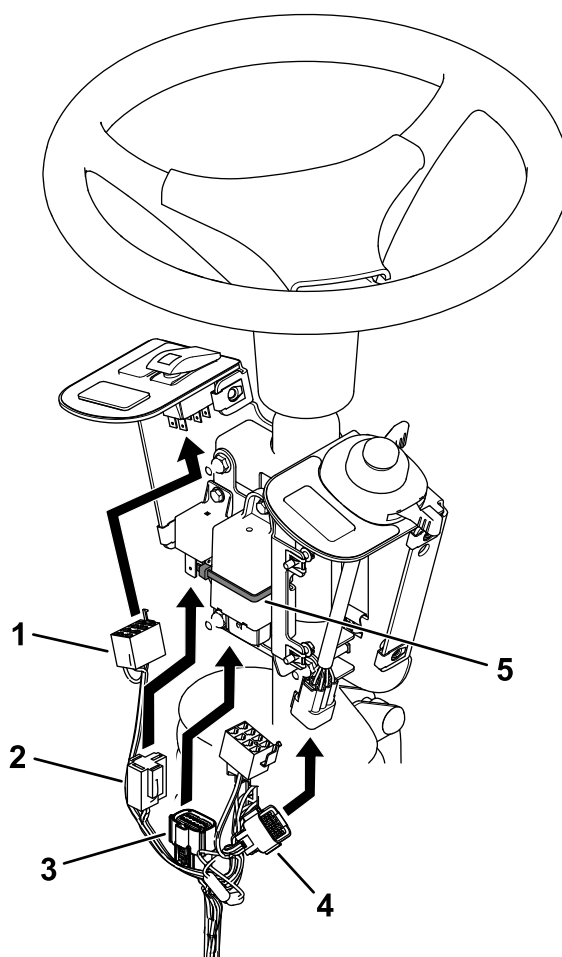

Figura 8
5. Sujete el módulo de intermitencia con una brida (Figura 8).
6. Enchufe el arnés en el interruptor basculante y en el interruptor multifunción (Figura 8).
7. Enchufe el arnés de cables en el relé y en el módulo de intermitencia (Figura 8).